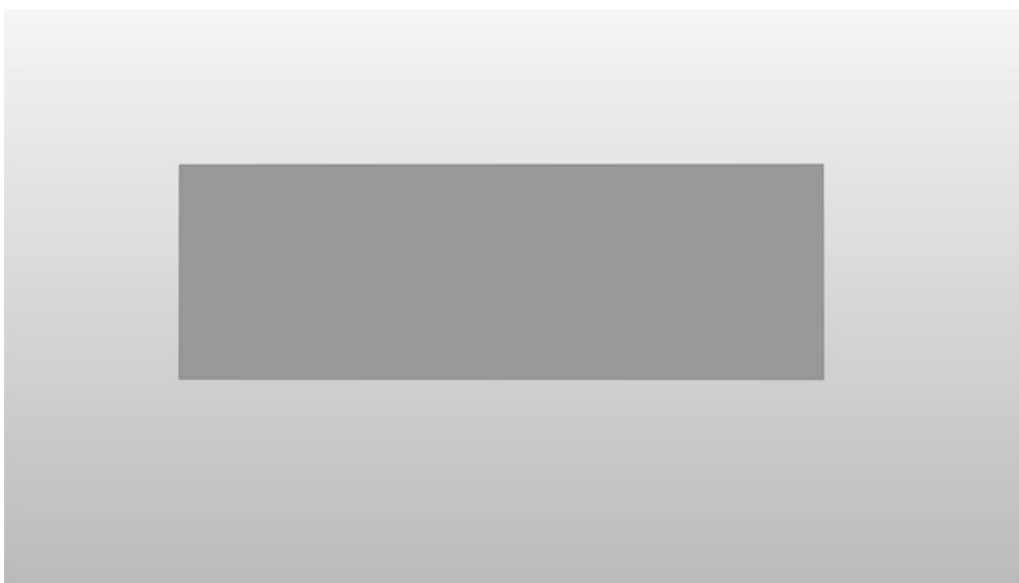

图 4-6
8) 再次单击鼠标右键或按〈Esc〉键退出草绘模式，进入推/拉模式，如图 4-6 所示。